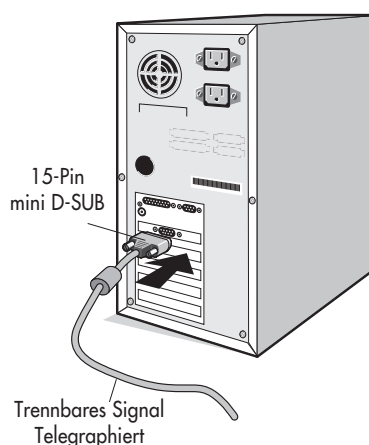

Figure A.1
3. Beim PC: Schließen Sie den 15-poligen Mini-D-SUB-Stecker oder des Videosignalkabels an die Buchse der Grafikkarte Ihres Rechners (**Abbildung A.1**) an. Ziehen Sie alle Schrauben fest.